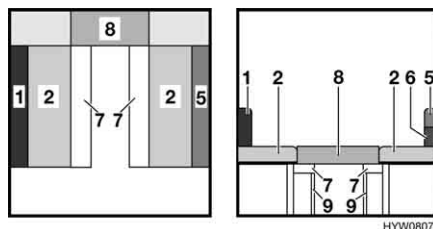

Fig. 41 Durante la trasformazione
- Inserire il cuscino aggiuntivo (Fig. 41,8).
- Estrarre in parte i telai portamaterasso (Fig. 41,7).
- Aprire i quattro puntelli (Fig. 41,9).
- Rimuovere il cuscino dello schienale (Fig. 41,1) e riporlo.
- Separare la parte superiore (Fig. 41,5) da quella inferiore (Fig. 41,6) del secondo cuscino dello schienale.